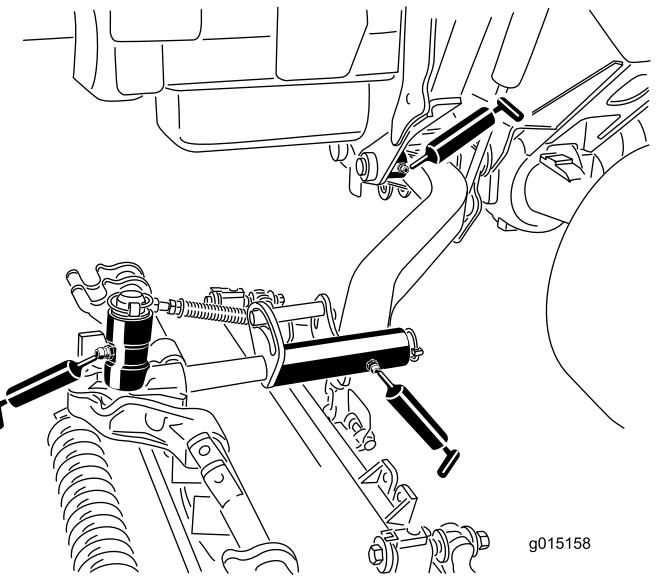

Figura 52
- Boccole girevoli (1 per piatto di taglio) del braccio di sollevamento (Figura 52).
- Telaio portante dell'apparato di taglio (2 per apparato) (Figura 52)
- Perno del braccio dell'apparato di taglio (1 per apparato) (Figura 52)